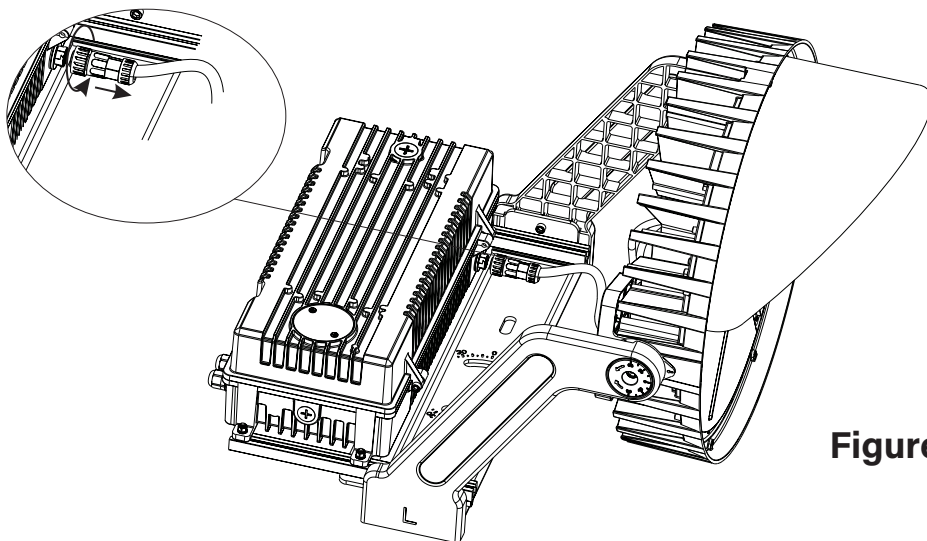

Figure 23
- Débranchez le connecteur étanche du boîtier du pilote, comme indiqué sur la Figure 23.